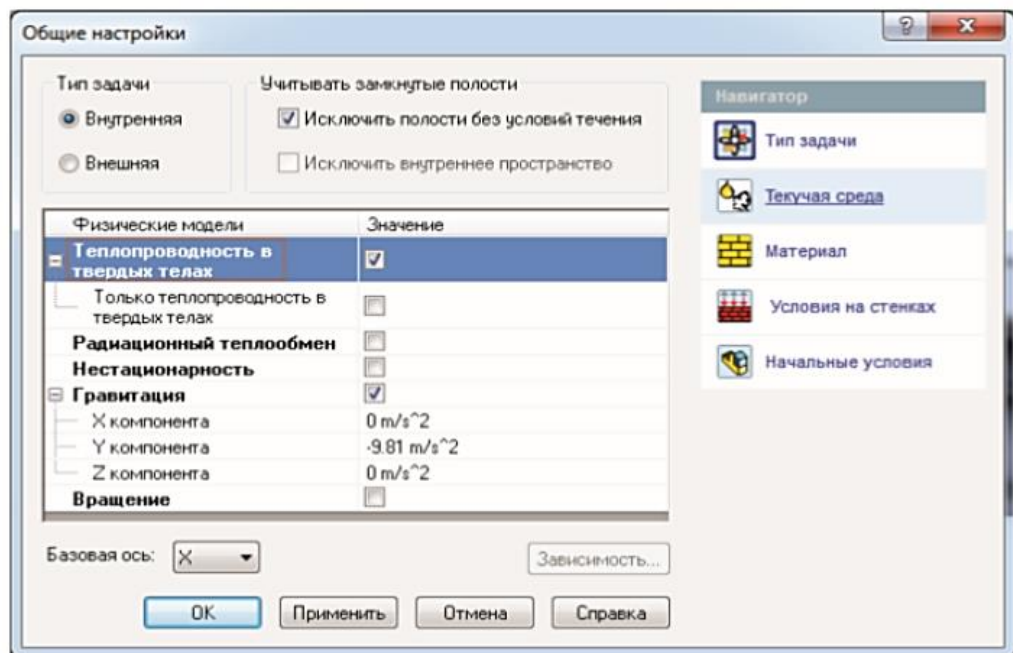

Рис.7 – Умови на стінках
6. Скорегуємо тип завдання. Для цього в командному меню натискаємо на вкладку «Загальні настройки», потім в меню вибираємо команду «Тип завдання» і виставляємо необхідні параметри (рис.7). У цьому ж вікні переходимо до розділу «Матеріал – Метали» і обираємо «Алюміній». Після цього натискаємо «Ок».